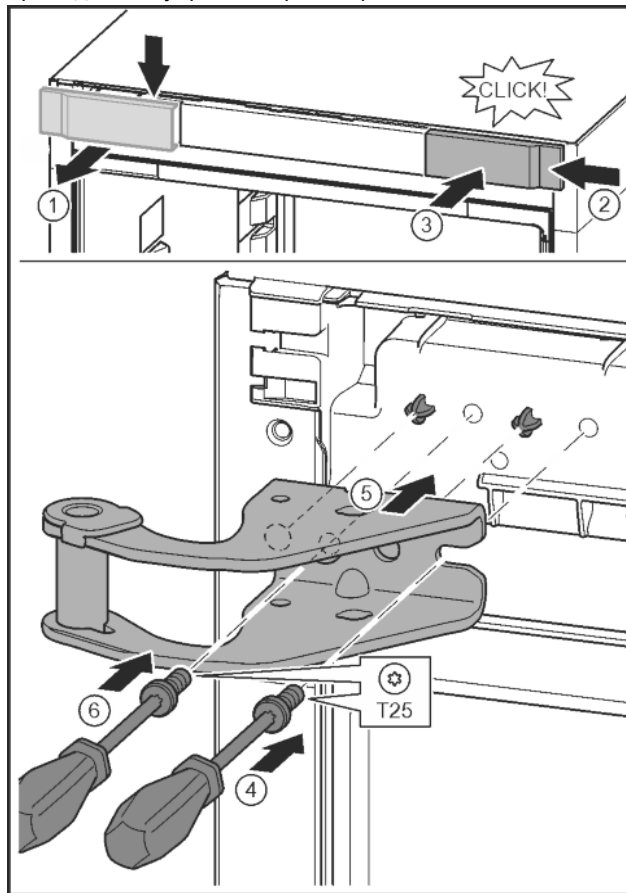

Fig. 13
- ▶ Отпустить крышку и снять сбоку. Fig. 13 (1)
- ▶ Навесить крышку, повернув ее на 180°, справа с другой стороны. Fig. 13 (2)
- ▶ Крышку зафиксировать. Fig. 13 (3)
- ▶ Установить винт отверткой T25. Fig. 13 (4)
- ▶ Установить верхний опорный кронштейн. Fig. 13 (5)
- ▶ Затянуть винт. Fig. 13 (4)
- ▶ Вставить и затянуть винт отверткой T25. Fig. 13 (6)